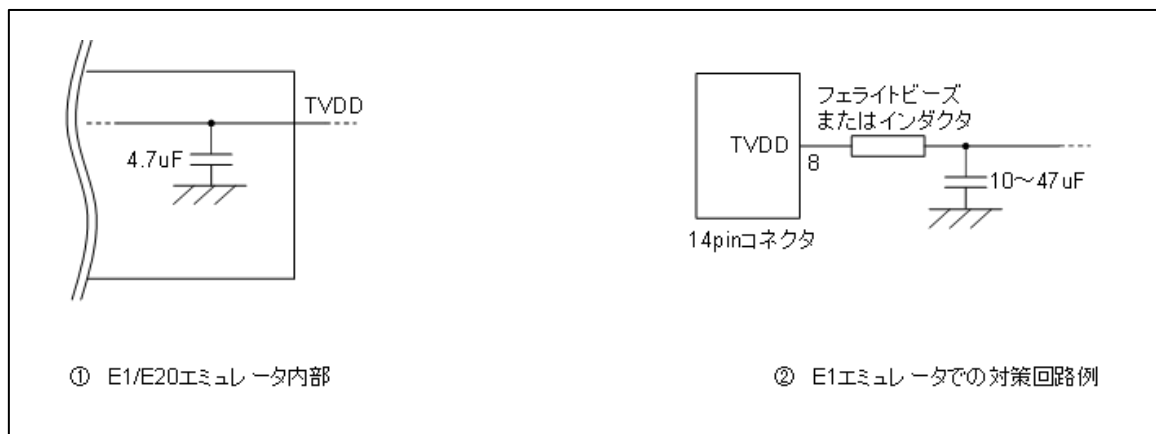

図 2-8 ホットプラグイン向け対策回路
図 2-8 ①のようにE1エミュレータの8番ピンには、エミュレータ内部で4.7 $\mu$ Fのコンデンサが付いているため、ホットプラグイン接続を行う場合はユーザシステム上の電源電圧が一瞬低下する場合があります。この電圧降下によりMCUリセットが発生する可能性があります。図 2-8 ②に示すように、エミュレータ接続コネクタのTVDDラインの直近にフェライトビーズ（またはインダクタ）と低ESRで大きめなコンデンサを付けることで症状を軽減することができますが、本対策は、電圧降下を完全に改善するものではありません。なお、ホットプラグイン接続はデバッグ時のみ有効な機能であり、本機能を使用する場合は、別売のホットプラグインアダプタが必要です。